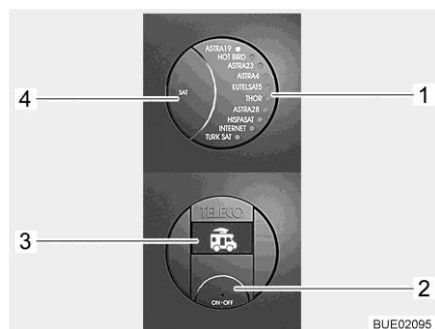

Bild 59 Kontrollpanel (TeleSat)
- Tryck på på/av-knappen (Bild 59,2). LED-indikator på den valda satelliten (Bild 59,1) och bakgrundsbelysningen på knappen lyser. På displayen (Bild 59,3) visas fordonssymbolen med införd antenn.
- Tryck på på/av-knappen (Bild 59,2) på nytt. Anläggningen är påslagen. Om antennen var införd, körs den nu ut i driftsläge. När lysdioden för den önskade satelliten (Bild 59,1) blinkar, vänta då några sekunder. Antennen ställs automatiskt in på de här satelliterna (den sista satellitpositionen lagras efter avstängningen). När systemet har hittat satelliten lyser lysdioden (Bild 59,1) permanent och "SAT OK" visas på displayen (Bild 59,3).
- Tryck in knappen SAT (Bild 59,4) tills lysdioden (Bild 59,1) visar önskad satellit. Antennen riktar automatiskt in på den valda satelliten. När systemet har hittat satelliten lyser lysdioden (Bild 59,1) permanent och "SAT OK" visas på displayen (Bild 59,3).
- Tryck på på/av-knappen (Bild 59,2). LED-indikator på den valda satelliten (Bild 59,1) och bakgrundsbelysningen på knappen lyser. På displayen (Bild 59,3) kommer den för närvarande valda satelliten att visas.
- Tryck på på/av-knappen (Bild 59,2) på nytt. Antennen förs in. När antennen är helt införd visas symbolen på fordonet med antennen som är indragen på displayen. Anläggningen växlar till vänteläge efter några sekunder.